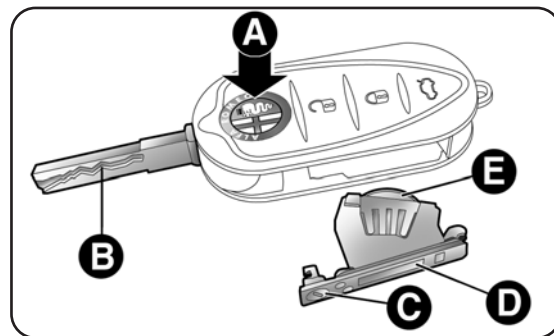

fig. 18
- appuyer sur le bouton A-fig. 18 et placer la pièce métallique B en position d'ouverture ; tourner la vis C sur  à l'aide d'un tournevis à pointe fine ;